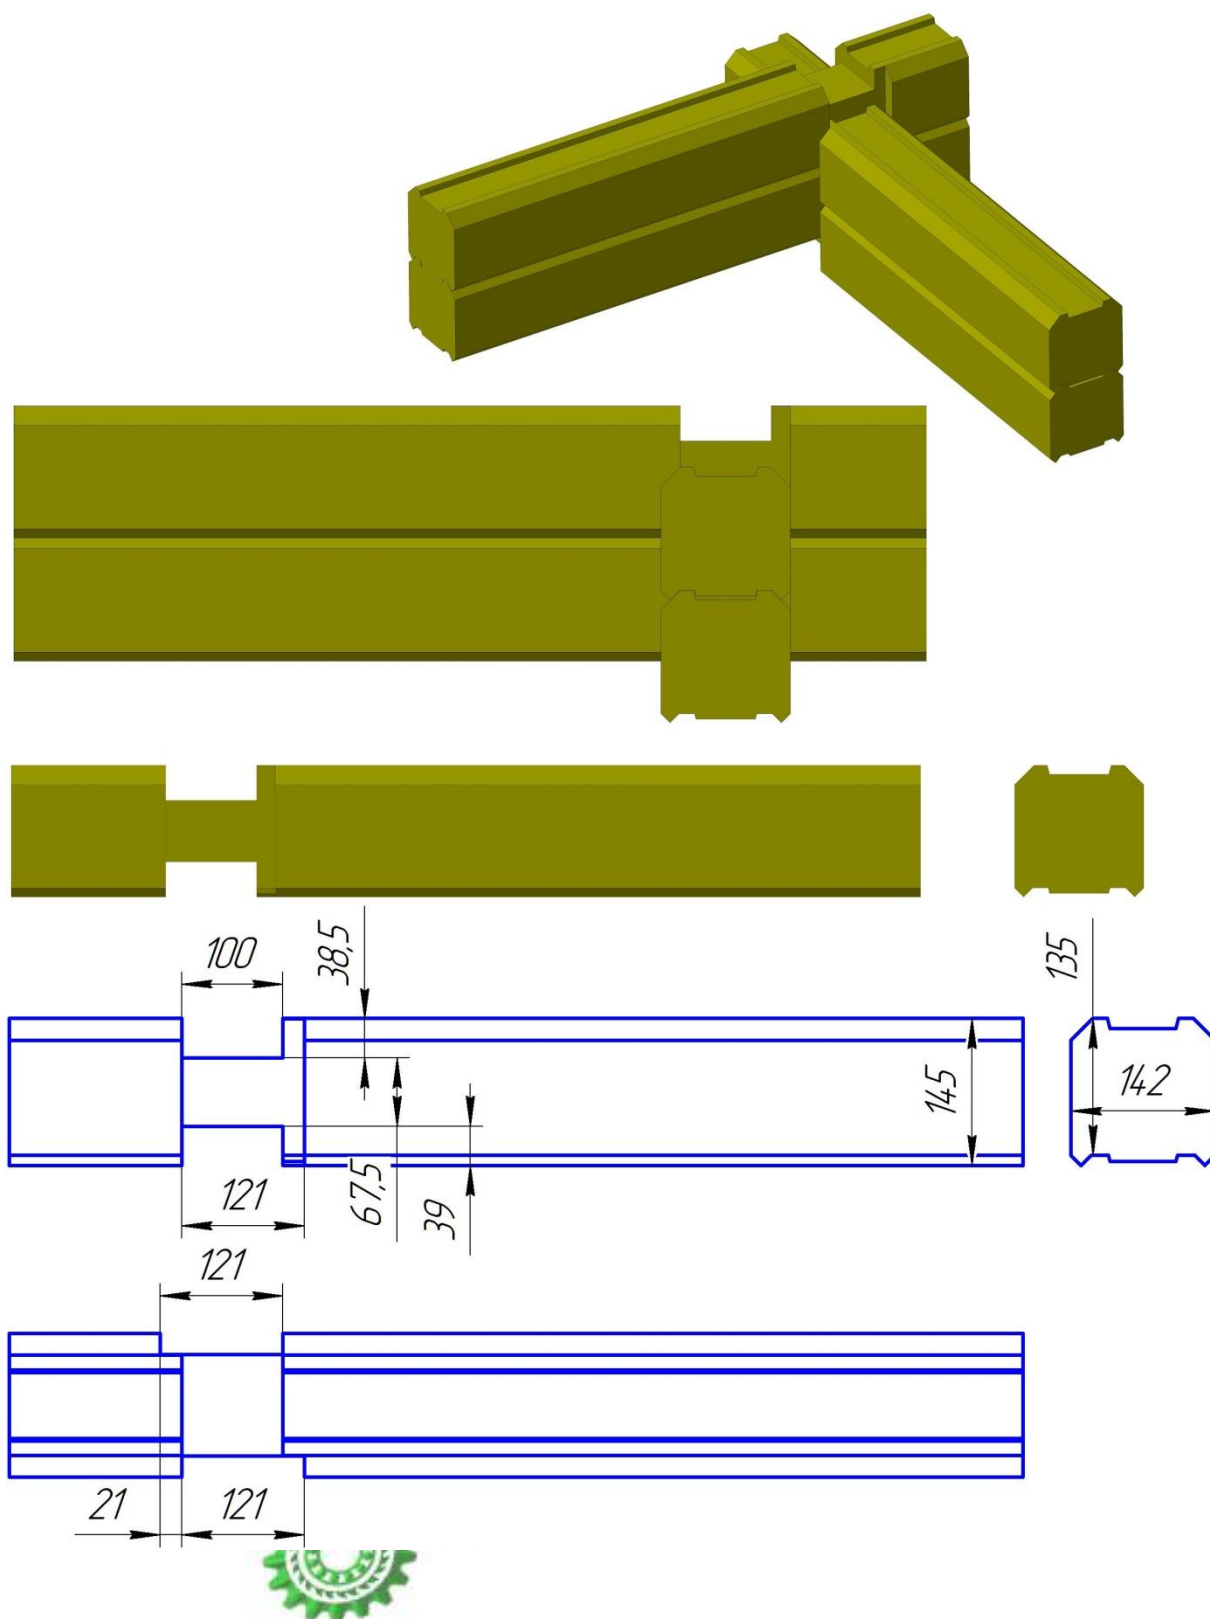

Рис. 20. Пример настройки на профильный брус с замком «теплый угол»
- при обработке замка «теплый угол» боковые секции с углом 45 градусов снимаются со шпинделей вертикального суппорта, а цилиндрические ассиметрично разводятся на равные расстояния относительно торцевых поверхностей фрез горизонтального суппорта, при этом, общая ширина постава фрез правого и левого шпинделей вертикального суппорта должна быть не более ширины обрабатываемого бруса (рис. 20);